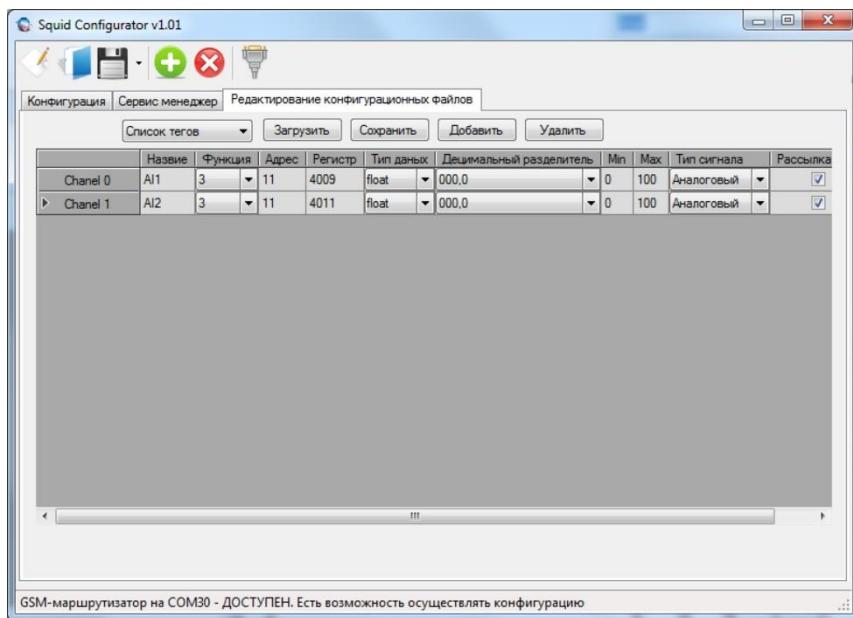

Рисунок 7.5.2 - Приклад конфігураційного налаштування файла архівування
2. У комбобоксі вибрati "Список тегів" (див. рисунок 7.5.2).